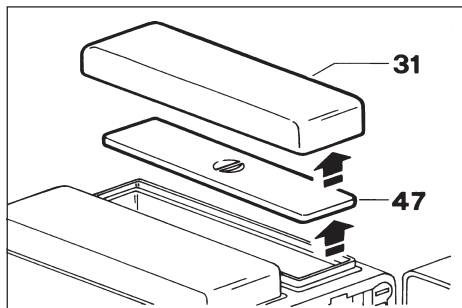

Abb. 24
- Den Deckel (31) und den inneren Verschluss (47) anheben (Abb. 24) und den Behälter (1) mit Kaffeebohnen füllen.